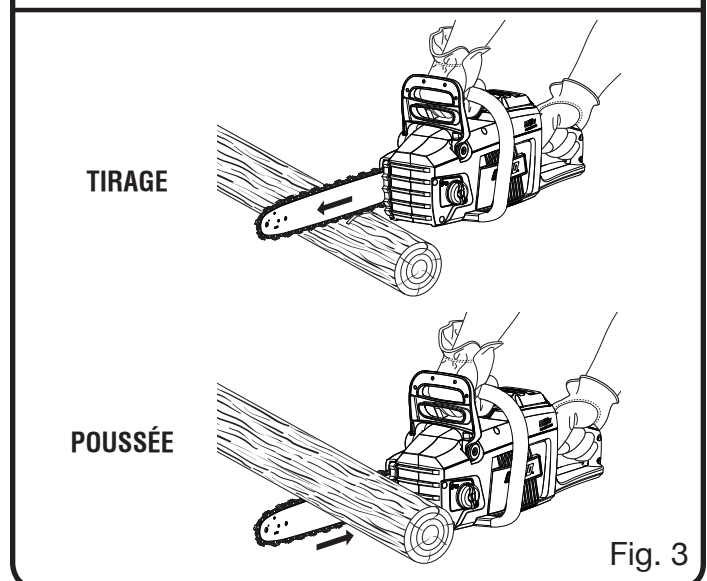

Fig. 3
- Pousée et tirage - La force de réaction s'exerce toujours dans le sens opposé à la rotation de la chaîne, au point de contact avec le bois. Par conséquent, l'opérateur doit être prêt à contrôler la **TIRAGE** lorsque la coupe est effectuée avec le bas du guide et la **POUSSÉE** lorsque la coupe est effectuée avec le haut du guide. *Voir la figure 3.*